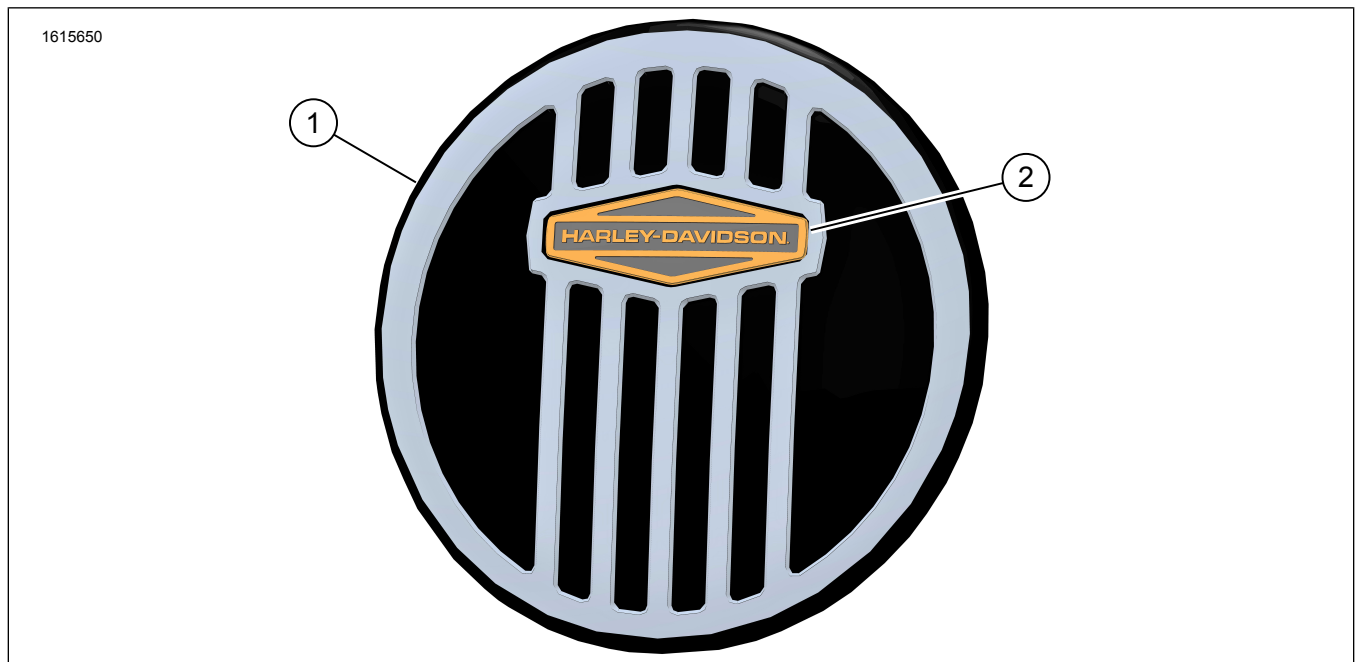

Abbildung 1. Inhalt des Satzes: Konsolenabdeckungs-Satz
1. Siehe Abbildung 1. Das Medaillon (2) auf Konsolenabdeckung (1) kleben.